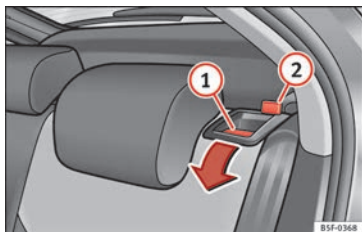

Fig. 154 Palanca de desbloqueo del respaldo.
- Pulse la palanca de desbloqueo » **fig. 154** ① en el sentido de la flecha.
- Levante el respaldo hasta que encastre bien » **△**. Si ha encajado correctamente, ya no se deberá poder ver la marca roja del pasador » **fig. 154** ②.